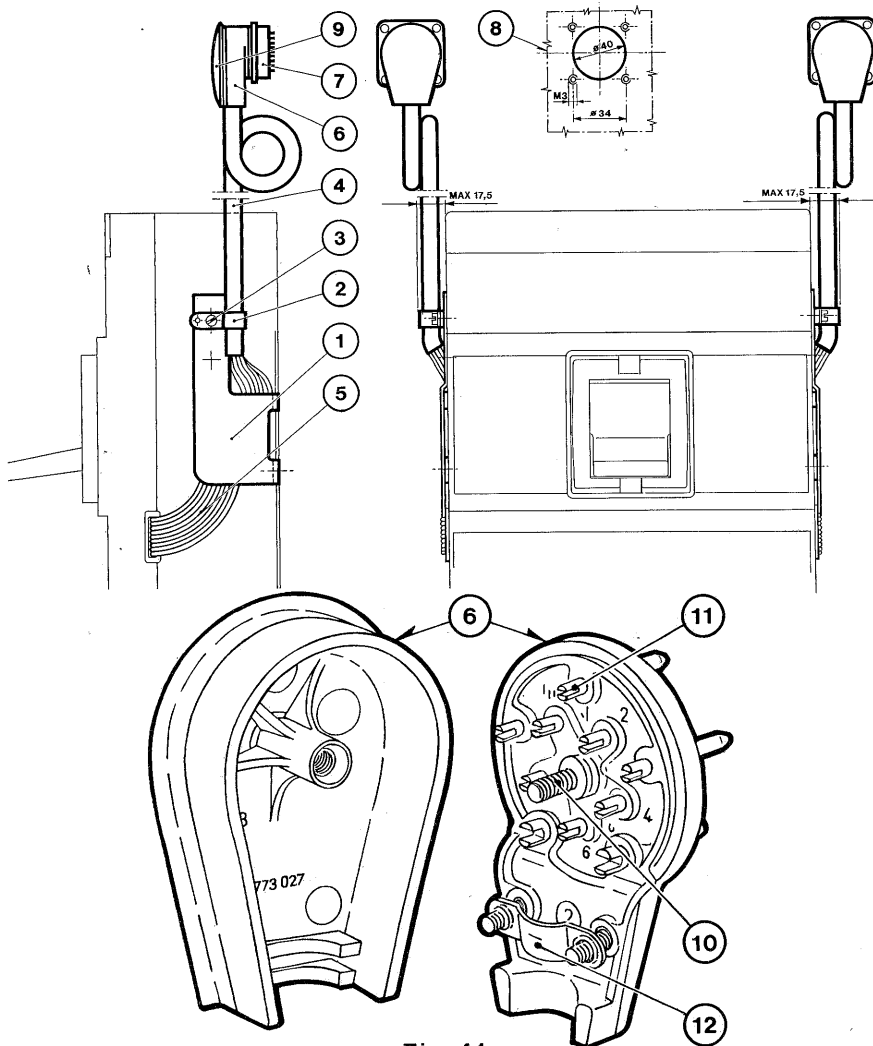

Fig. 41
9.13.2. Spina e presa volante (fig. 41)